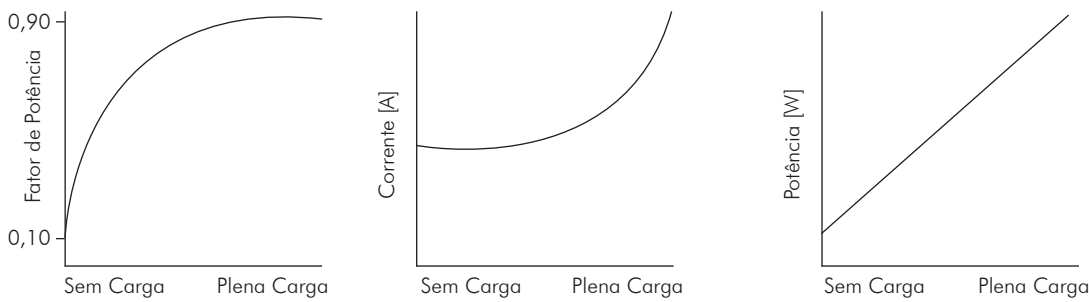

Figura 5.32 - Comportamento do Fator de Potência, Corrente e Potência em razão da carga aplicada
A figura 5.32 apresenta o comportamento do fator de potência, da corrente e da potencia em razão da carga aplicada. O fator de potência pode variar mais que a corrente ou a potência ativa do motor, principalmente na condição de baixa carga aplicada. Para um motor nesta condição, o fator de potência típico é menor que 0,10. Menos de 10 % da potência aparente (S) é transformada em potência ativa (P). Com o aumento da carga, o fator de potência se eleva, chegando a um valor típico de 0,90 a plena carga.